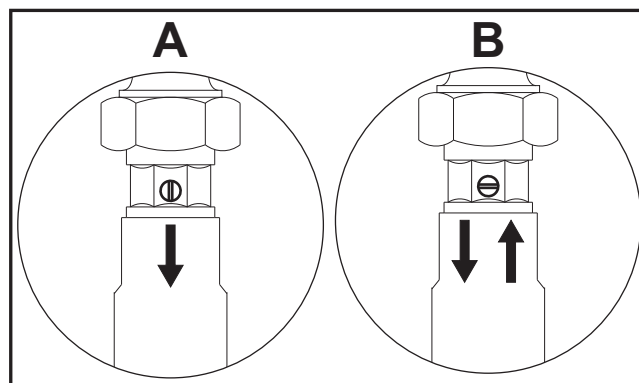
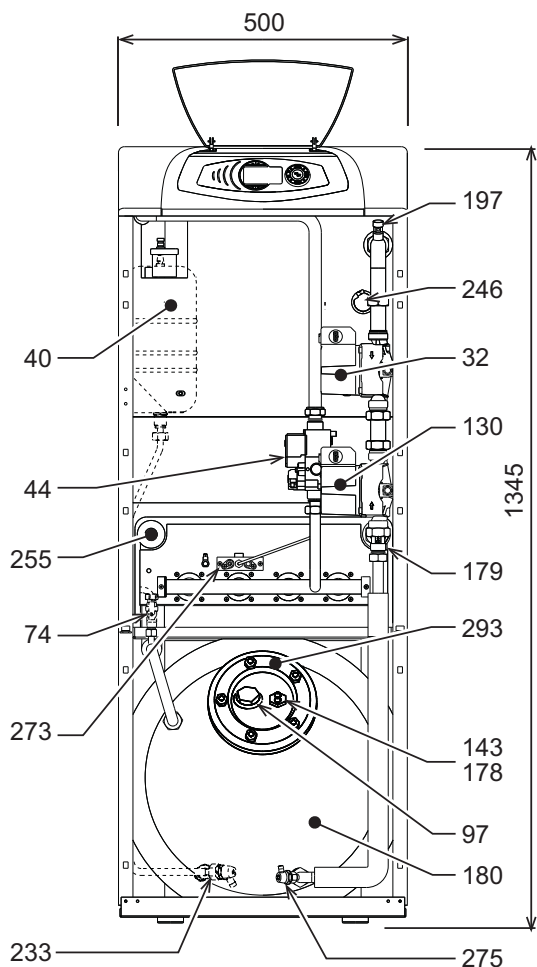

fig. 21
fig. 24 - Dimensionale e componenti principali
- Per lo svuotamento del bollitore utilizzare il rubinetto di scarico 233 di fig. 24 previa chiusura delle valvole di caricamento dalla rete idrica; utilizzare come sfiato un punto di prelievo dell'acqua calda (lavabo, doccia ecc.).
- Per vuotare completamente l'impianto di riscaldamento utilizzare il rubinetto 275 di fig. 24 dopo avere sbloccato gli otturatori delle due valvole di non ritorno part. 179 di fig. 24 (vedere anche fig. 21). Utilizzare come sfiato le valvoline dei radiatori. Se la caldaia è collegata all'impianto mediante saracinesche di servizio, verificare la loro completa apertura. Qualora la caldaia fosse situata in un punto più alto rispetto ai radiatori, la parte di impianto comprendente questi ultimi dovrà essere svuotata separatamente.
- Per svuotare solamente l'acqua contenuta nella caldaia chiudere le valvole di intercettazione e aprire completamente il rubinetto (255 - fig. 24). Successivamente, sbloccare gli otturatori delle valvole di non ritorno (179 - fig. 24). Per ultimo, aprire il rubinetto 197 di fig. 24).
Prima di riempire nuovamente l'impianto ricordarsi di richiudere il rubinetto di scarico, le valvoline di sfiato dei radiatori nonché di bloccare gli otturatori delle valvole di non ritorno 179 di fig. 24.